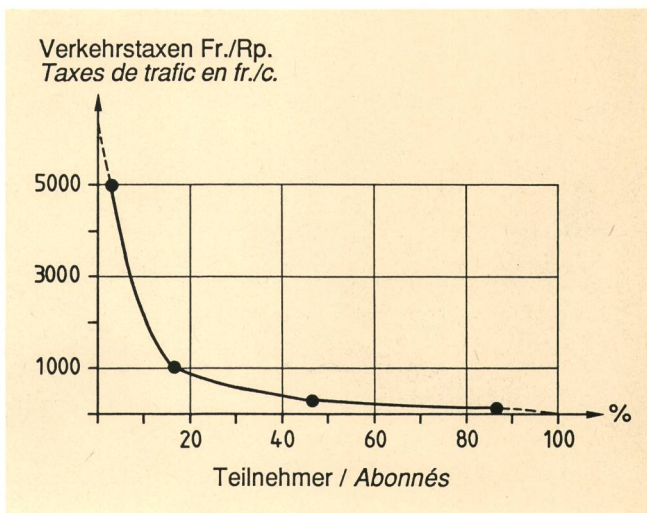

Fig. 1
- die Benutzer von PC, Textverarbeitungssystemen und Computernetzwerken, die den Zugang zum Telexnetz nicht missen wollen (Fig. 1)
- Les utilisateurs de PC, de systèmes de traitement de texte et de réseaux d'ordinateurs qui souhaitent ne pas renoncer à l'accès au réseau télex (fig 1).